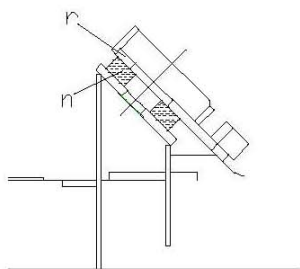
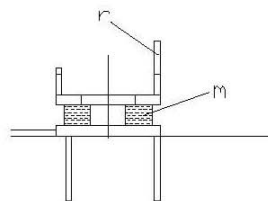

図 5
図 6
5.マウントワッシャ(j) 中マウント(m) カラー(k) 小マウント(s) の順に外していく。このときエンジンベース(r) 本体フレーム間の中マウント(m)3ヶ所 大マウント(n)1ヶ所は、そのまま残しておく。・・・図5、図6